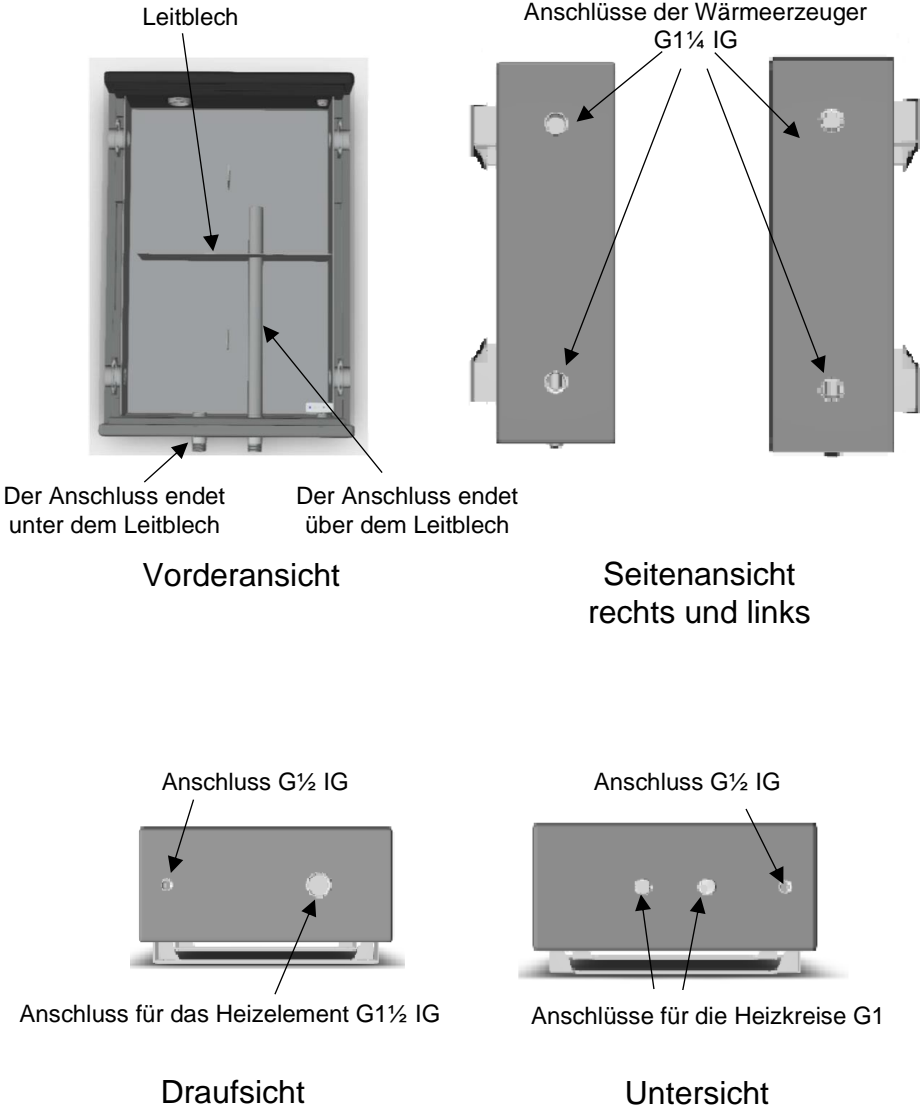

Abbildung 1: Anschlussbeschreibung des Produkts
3. Schließen Sie den/die Wärmeerzeuger an die entsprechenden Anschlüsse auf der linken oder rechten Seite an (siehe Abb. 1).